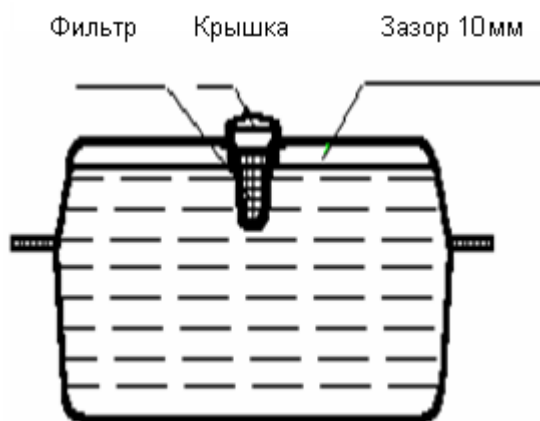

Рис. 4
1. Убедитесь, что двигатель аппарата выключен перед началом заправки топливом. Не заправляйте бак, если двигатель еще работает или горячий. Максимальный уровень топлива находится на отметке 10 мм от верхней крышки бака (рис.4).